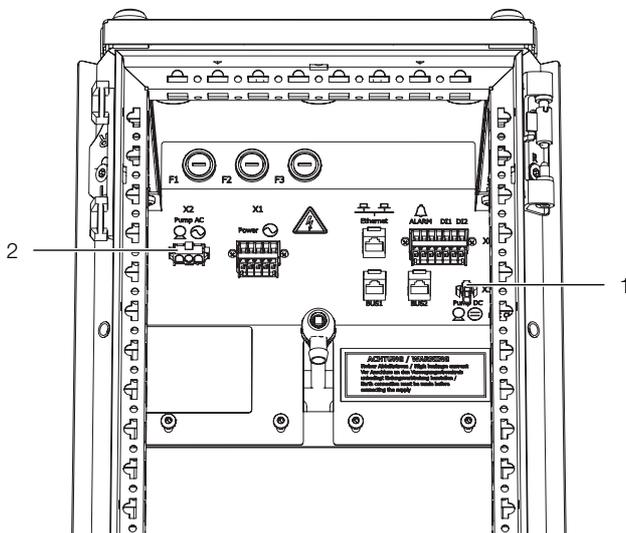

Abb. 63: Anschlusspunkte
- Führen Sie das DC- und das AC-Kabel der Kondensatpumpe räumlich getrennt nach oben zu den Anschlussbuchsen im LCP (Abb. 63).